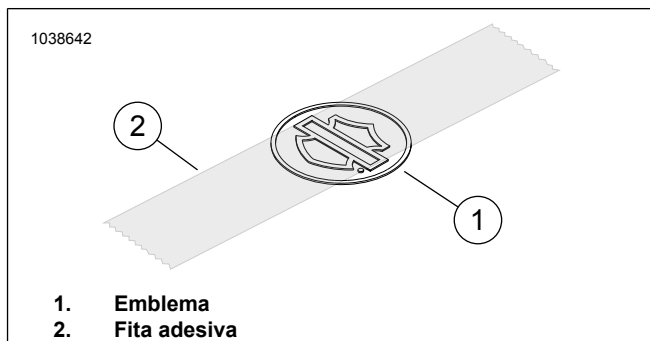

Figura 2. Aplique fita adesiva do emblema
2. Figura 2 Coloque um pedaço de fita adesiva protetora de 8 cm (2) centralizado sobre o Bar and Shield do emblema (1).
4. Figura 2 Instale o emblema no suporte.